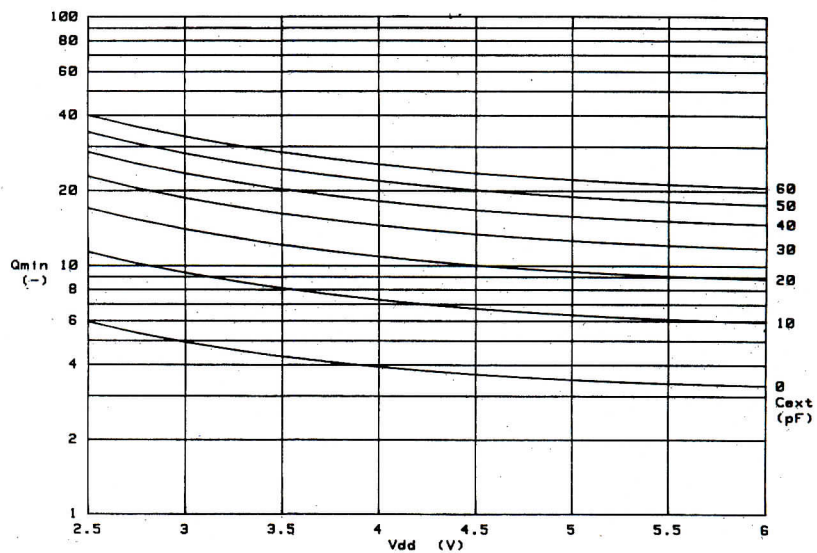
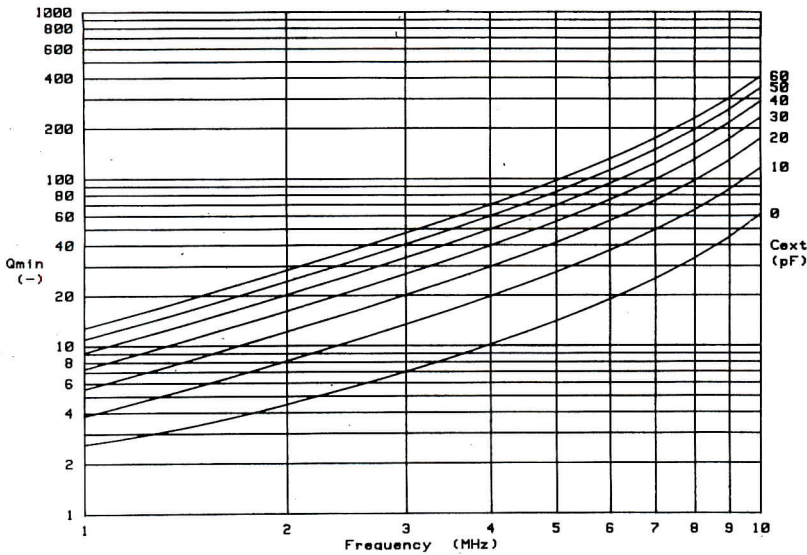

Figure 4
Figure 8
2) les **figures 4** et **6** pour les PCD 33xxx et les **figures 8 à 11** et **13** pour les 84Cxxx permettent de déterminer les valeurs requises de « $Qmin$ ». Les **figures 8 à 11** donnent leurs variations en fonction de la valeur des tensions d'alimentation.